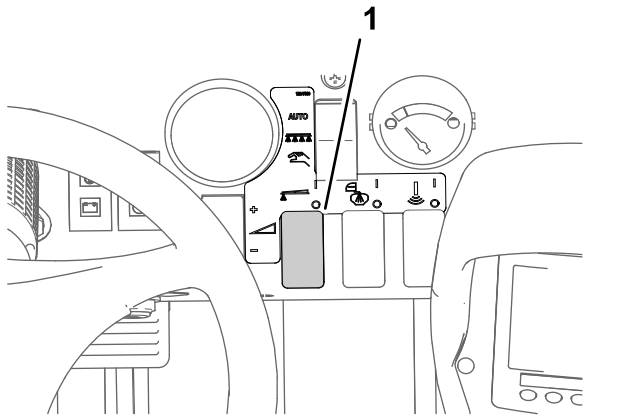

Bild 33
8. Stellen Sie mit dem Dosierungsschalter den gewünschten Sprühdruck ein, wie in der Düsenauswahlanleitung angegeben, die mit dem Sprühfahrzeug geliefert wurde (Bild 33).